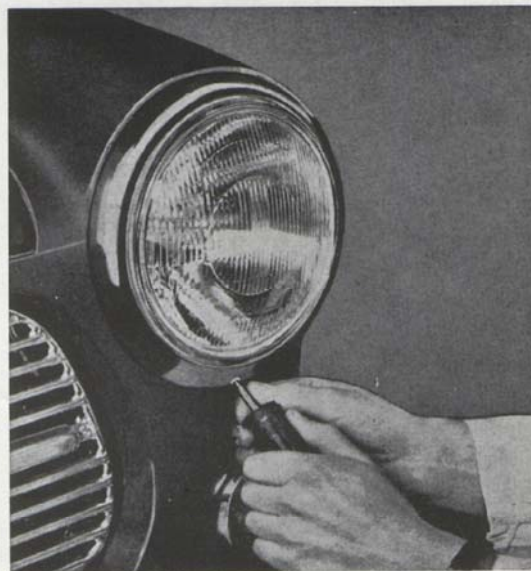

Bild 76. Strålkastarsargen lossas.
1. Tag bort skruven för strålkastarens sarg, bild 76. Lyft bort sargen genom att draga ut underdelen något och sedan lyfta den uppåt.
1. Demontera strålkastarsarg och hållring bild 76 och 77.